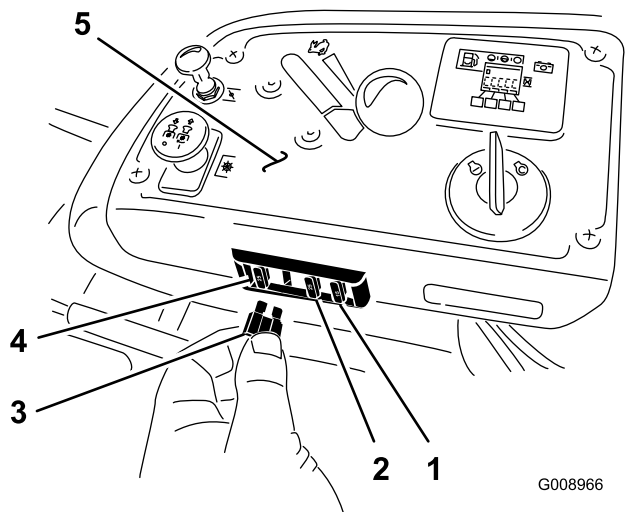

Figura 55
1. Los fusibles están situados en la consola de la derecha, junto al asiento (Figura 55).
3. Instale un fusible nuevo (Figura 55).